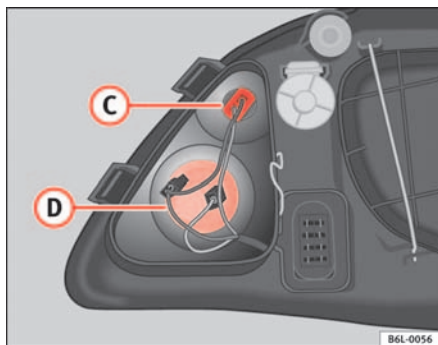

Abb. 147 Standlicht
- An den Kabeln ziehen, um die Lampenfassung aus ihrer Aufnahme **C** ⇒ Abb. 147 zu entfernen.